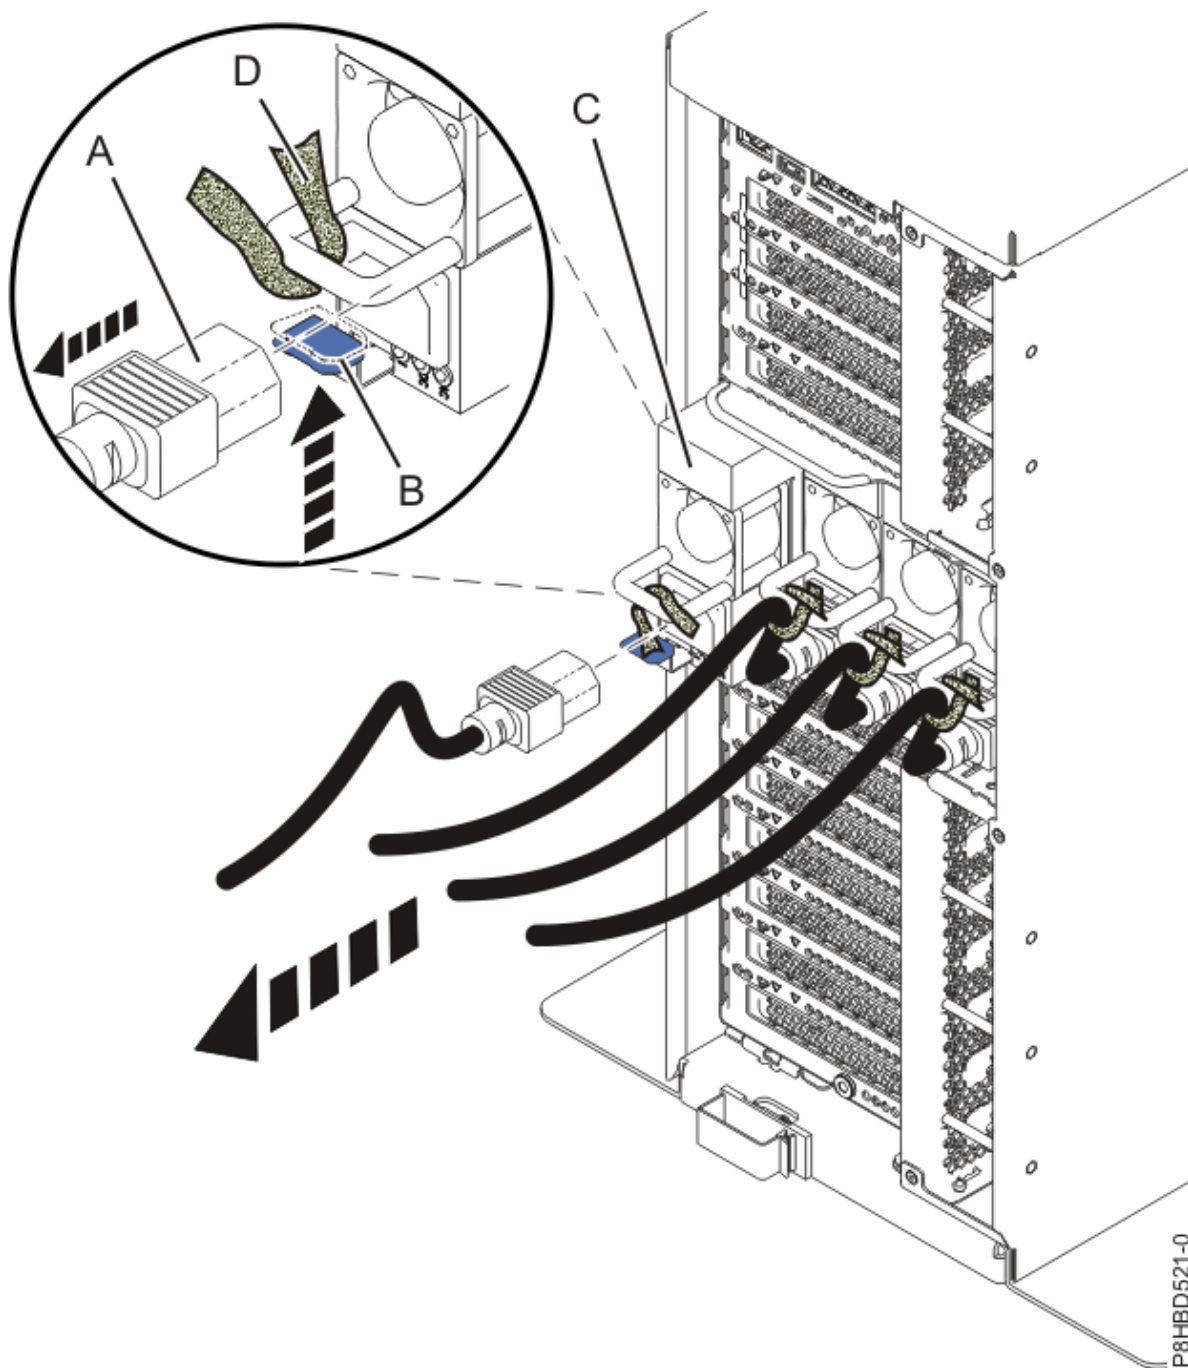

Figura 6. Extracción de las fuentes de alimentación
- b) Extraiga las fuentes de alimentación del sistema para que el sistema sea más ligero.Consulte la Figura 6 en la página 9.